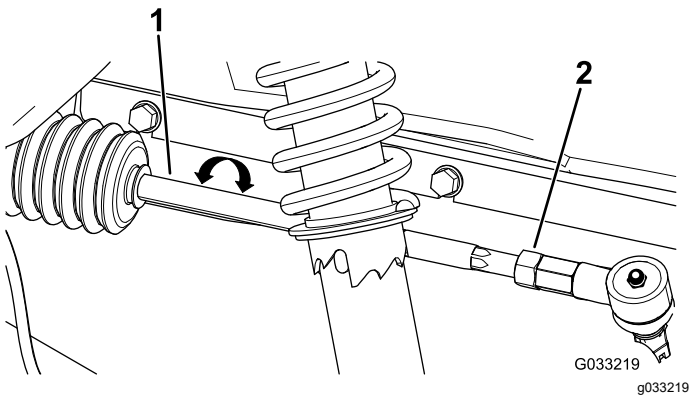

Bild 46
2. Wenn der Wert nicht zwischen 0-6 mm liegt, lösen Sie die Klemmmuttern am äußeren Ende der Spurstangen (**Bild 46**).